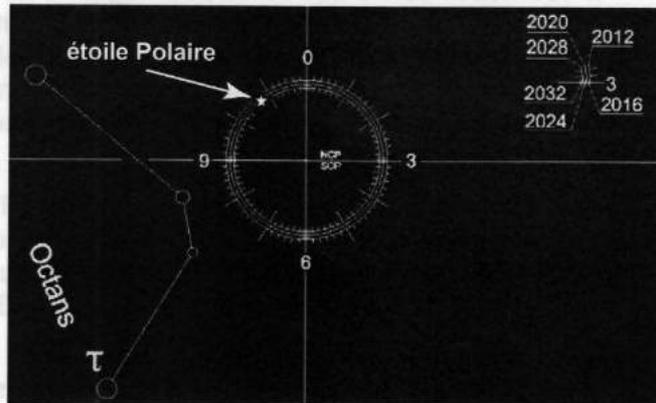

Fig. 26
2. Placez l'étoile Polaire sur le cercle dans la direction vers laquelle se trouve Kochab dans le ciel (Fig. 26).